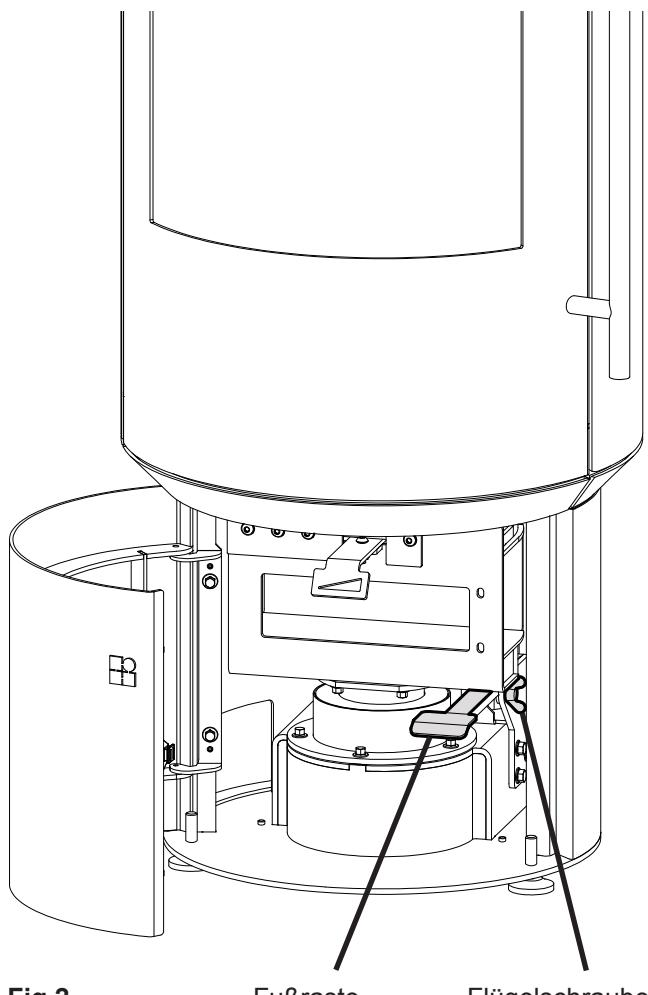

Fig.2
Der Kaminofen wird arretiert (nicht drehbar) angeliefert. Soll das Gerät drehbar sein, muss die Flügelschraube an der rechten Seite der Fußraste abgeschraubt und entfernt werden (siehe Fig.2). Die Fußraste befindet sich hinter der Revisionstür.
- Zum leichteren Einbau der OEC den drehbaren Teil des Gerätes mit Betätigung der Fußraste (siehe Fig.2) komplett nach links bzw. rechts drehen. Blockierung der Fußraste lösen siehe Kapitel „Kaminofen drehbar“.